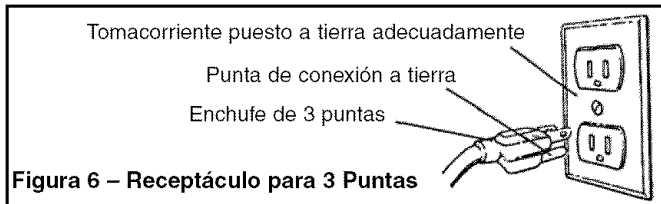

Figura 6 – Receptáculo para 3 Puntas
- A fin de protegerlo contra una descarga eléctrica, esta herramienta está equipada con un cable de tres conductores aprobado y clasificado para 150 V, así como con un enchufe de tres clavijas tipo conexión a tierra (Figura 6).
- El enchufe de conexión a tierra debe conectarse directamente a un receptáculo para 3 puntas instalado y conectado debidamente a tierra, tal como se muestra en la (Figura 6).